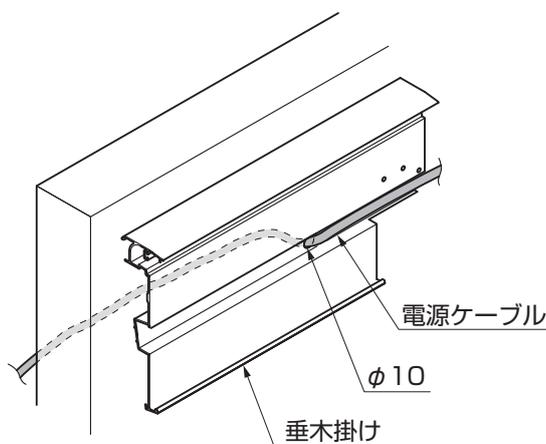

図3-3 LED照明 **オプション** を取付ける場合
- LED照明 **オプション** を取付ける場合は、「5 本体の施工 2.配線工事 **オプション** (1) 上部から配線する場合」を参照して電源ケーブルを通す位置の垂木掛けにφ10の穴をあけ、躯体内に配線してください。(図3-3参照)